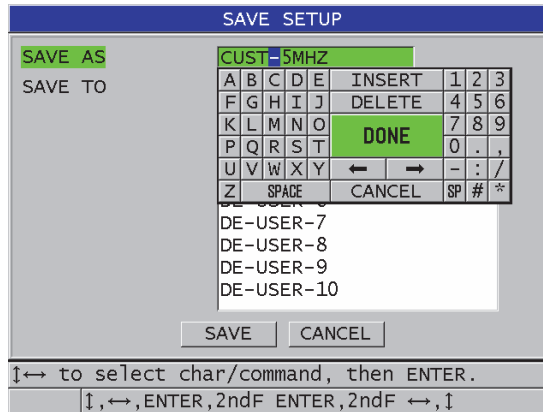

Abbildung 12-6 Justierung speichern
- b) Geben Sie im Fenster **SETUP SPEICH.** den Namen der benutzerdefinierten Justierungsdatei ein (siehe Abbildung 12-6 auf Seite 251).